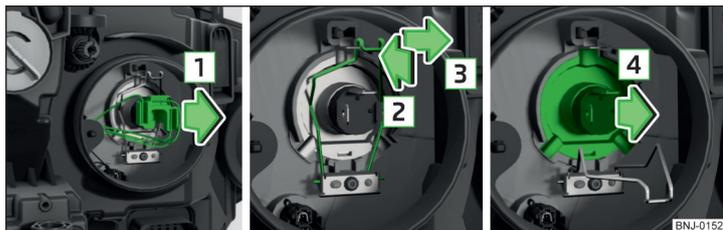

Fig. 208 Sustituir la bombilla para luz de cruce y de carretera
- Presione el enclavamiento del conector y retire el conector con sacudidas en la dirección de la flecha **1** » fig. 208.